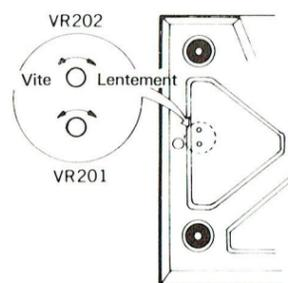

Fig. 21
2.6 Réglage des vitesses de rotation (Fig. 21)